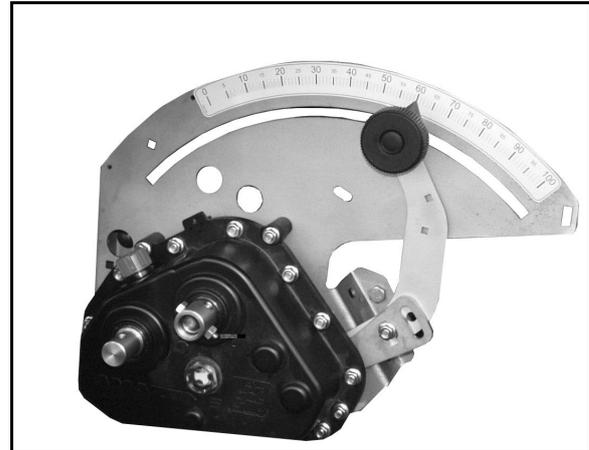

Fig. 86
3. Zwei Flügelmuttern (Fig. 86/1) lösen.